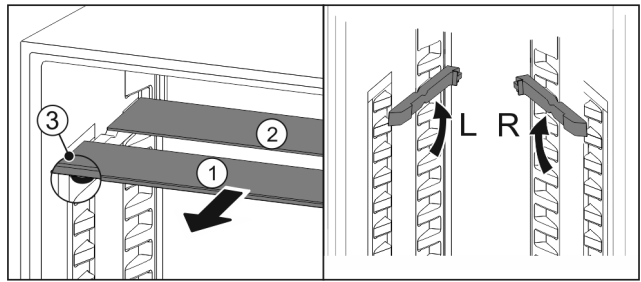

Fig. 57
- ▶ Издърпайте Fig. 57 (1) поотделно стъклените плочи напред.
- ▷ Стъклената плоча Fig. 57 (1) с декоративната лайстна е отпред.
- ▷ Ограничителите Fig. 57 (3) сочат надолу.